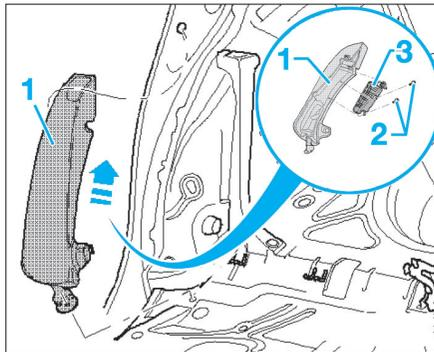

Fig. 16
- Déplacer la garniture (1) dans le sens de la flèche (Fig.16).
- Déposer les vis (2) puis extraire l'airbag (3).